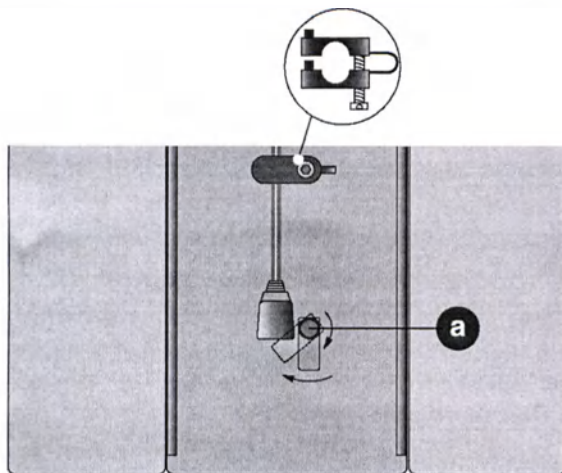

Рис. 3-3 Подключение шнура питания
- Вставьте шнур питания в гнездо а (рис. 3-3).
- Установите натяжной зажим, как показано на рис. 3-3. Обратите внимание на то, что для шнуров разной толщины используются разные натяжные зажимы.